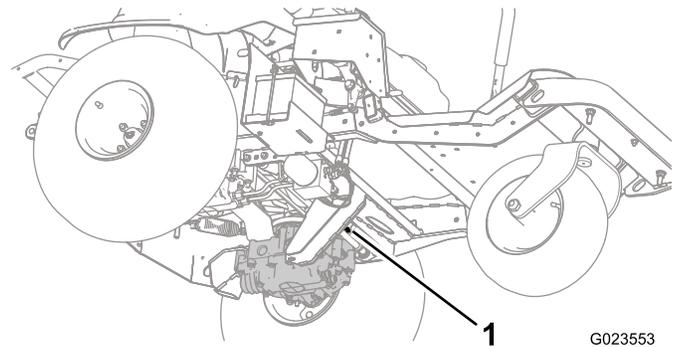
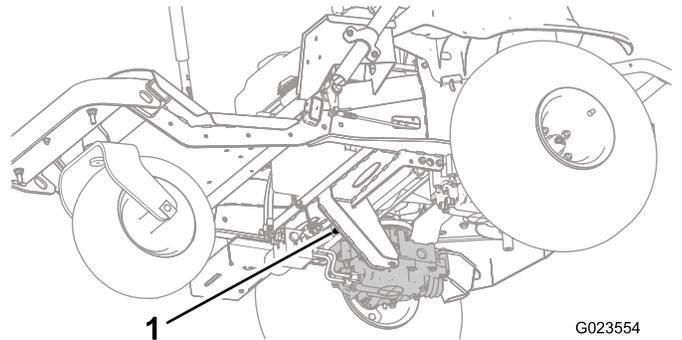
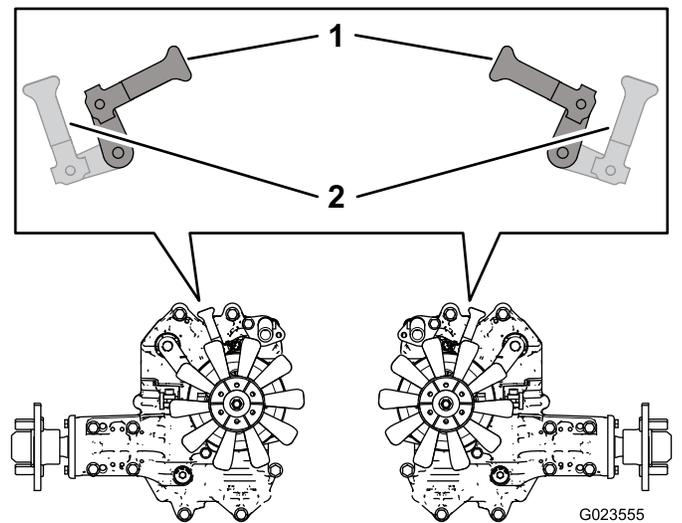

図 28
図 29
図 30
3. マシンの下側から、バイパスバルブ・レバー 図 28 および 図 29 を回してそれぞれが機体の内側を向くようにする 図 30。次に、駐車ブレーキを解除する 駐車ブレーキの外し方 (ページ 26) を参照。
4. マシンの移動が終了したら、左右のバイパスバルブ・レバーを元通りに前向き通常走行モードに戻しておく 図 30。